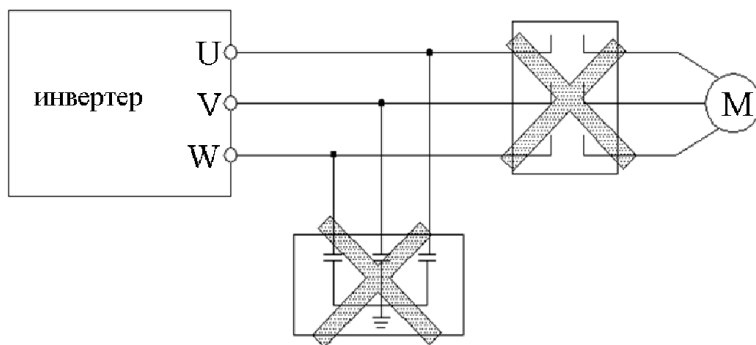

Рис.3-6 Запрещается подключать конденсатор или контактор.
- (1) После отключения питания перед подключением проводов подождите 10 минут во избежание поражения электрическим током.
- (2) Запрещается подключать питание к выходным клеммам U, V, W частотного преобразователя.
- (3) В случае внутренних утечек тока в частотном преобразователе, двигатель и частотный преобразователь, должны быть заземлены. См. примечание 8 главы 3.4.1.
- (4) Перед отгрузкой проводятся тест прочности на сжатия частотного преобразователя, поэтому потребителю не нужно снова проводить это испытание.
- (5) Не подключайте между выходом инвертера и двигателем конденсатор или электромагнитный контактор. Если же контактор или другой прерыватель необходимы, то убедитесь, что инвертер остановлен и на выходе отсутствует напряжение. (Рис.3-6)
- (6) Для обеспечения защиты частотного преобразователя от превышения тока на выходе, а также для удобства его обслуживания, необходимо его подключать к источнику питания через автоматический выключатель и пускатель.
- (7) Для сигнальных проводов должен использоваться многожильный или экранированный кабель. Экран должен быть одним концом подключен к клемме заземления частотного преобразователя, второй конец экрана не подключается. Сигнальный кабель должен быть не длиннее 20м.